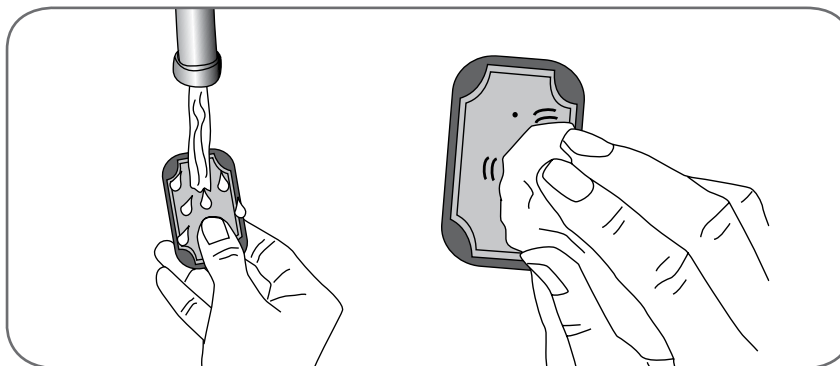

Figura 8-4 - (Sinistra) Inumidimento dell'elettrodo in tessuto (Destra) Rimozione dell'acqua in eccesso dall'elettrodo in tessuto
3. Bagnare gli elettrodi in tessuto fino a saturazione (Figura 8-4).
4. Rimuovere l'acqua in eccesso dagli elettrodi in tessuto (Figura 8-4).